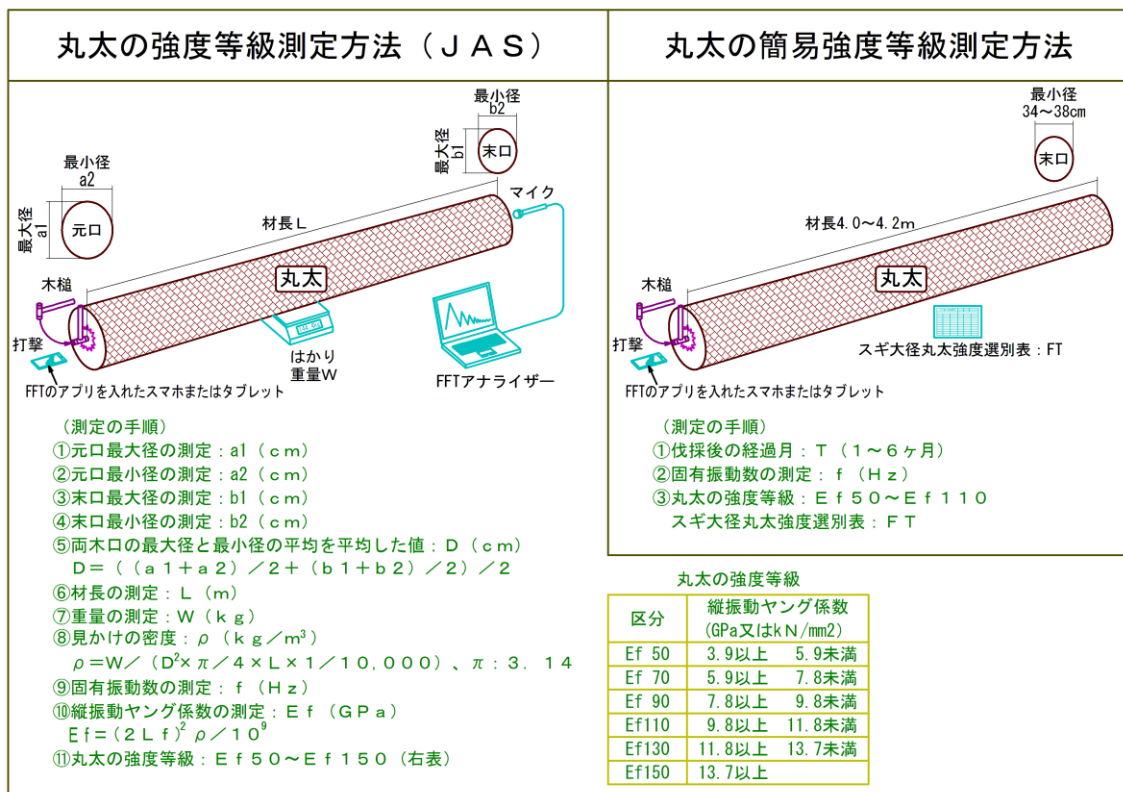

図1 丸太の強度等級測定方法（JAS、簡易）
JAS による丸太の強度測定方法を図1左に示します。測定の手順は①～⑪となります。①～⑦は
丸太の密度を測定するために行うもので、事前に密度と長さが把握できれば⑨～⑪の手順だけで済みます。森林組合等の土場にある丸太は通常、径級別に分けられているため、直径等の寸法の測定は必要なく、長さも大径材の場合は4m(4.0～4.2m)が大半を占めます。また丸太は土場に置くと劣化するので、6ヶ月以上放置することはまれなため、伐採後6ヶ月間の月毎平均密度表とこれを補正した補正密度表および共振周波数から表1の「スギ大径丸太強度等級選別表」を作成しました。この表を用いると図1右に示す丸太の簡易強度測定方法の①～③で丸太の強度等級を求めることができます。径級別に分けられたスギ丸太について、適用範囲は径級34～48cm、長さ4.0～4.2mで、Ef130以上は希であるので省略しました。大凡の強度選別を行いたい場合は左半分の月毎平均密度、厳密な強度選別を行いたい場合は右半分の補正密度を用います。補正密度を使用しますと実際の丸太のEf等級より低くなる割合が高くなります。